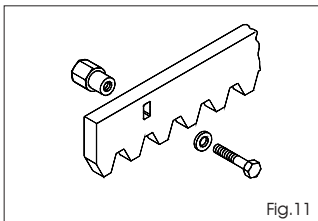

Fig. 11
5.4.1. Stalen tandheugel – lassen (Fig. 11)